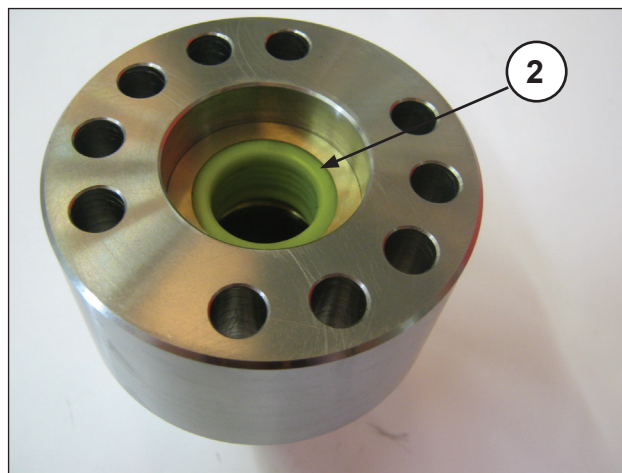
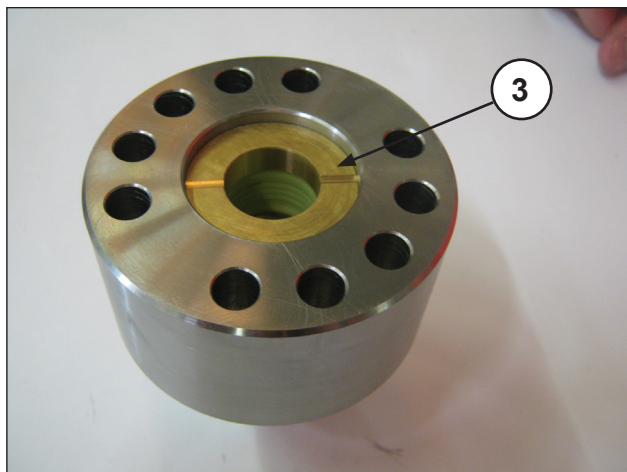
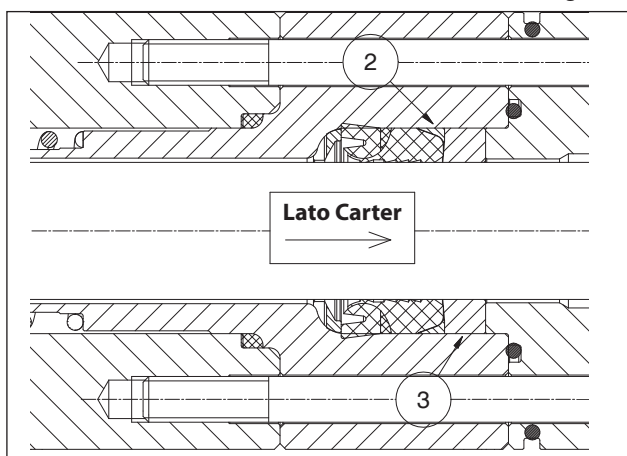

Fig. 136
Fig. 137
Fig. 138
- Introdurre l'anello antiestrusore ② e la bussola guarnizioni ③ posizionati come da Fig. 136, Fig. 137, Fig. 138.
La bussola guarnizioni ③ deve essere introdotta nel supporto con gli scarichi rivolti verso l'esterno (lato carter) come indicato in Fig. 137 e in Fig. 138.